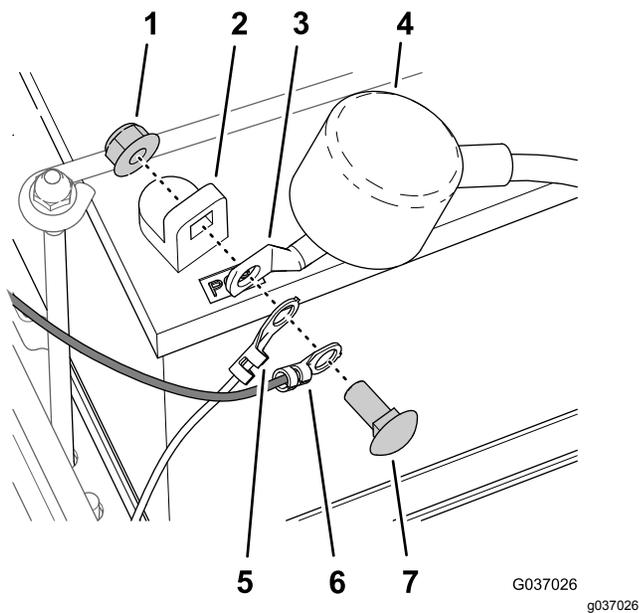

Figura 13
1. Alinhe o terminal de anel da cablagem da máquina, terminal de anel da cablagem do kit e o terminal do cabo positivo da bateria ao borne positivo da bateria (Figura 13).
2. Prenda os terminais de anel e o terminal da bateria ao borne da bateria (Figura 13) com o parafuso e porca removidos na 2 Desligar a bateria \(página 2\).
3. Alinhe a cobertura do isolador sobre o terminal positivo da bateria (Figura 13).